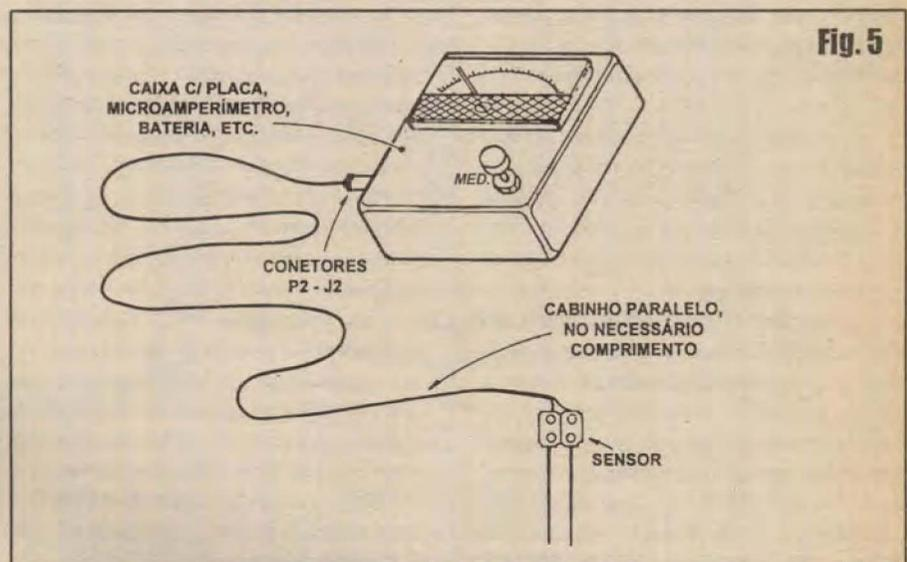

Fig. 5
- FIG. 5 - CAIXA E ACABAMENTO PARA O ASOPR... - Nossa recomendação é pela simplicidade e robustez, no acabamento e acondicionamento do circuito... Assim, a sugestão dada na figura nos parece a mais adequada: sem *frescuras*, elegante e direta no seu manuseio e na interpretação... Uma caixinha retangular, em plástico forte ou metal, conterà o circuito, a bateria, o interruptor de pressão e o galvanômetro, este com seu mostrador/escala posicionados no painel principal do *container* de modo a proporcionar fácil visualização das indicações... A posição ideal para o *push-button* é logo abaixo, um tanto à direita, do mostrador do galvanômetro... Numa das laterais pode ficar o *jaque* para conexão do *plugue* da extremidade dos cabos que vão ao sensor... Conforme já foi dito, o comprimento do cabo paralelo ao sensor deverá ser dimen-